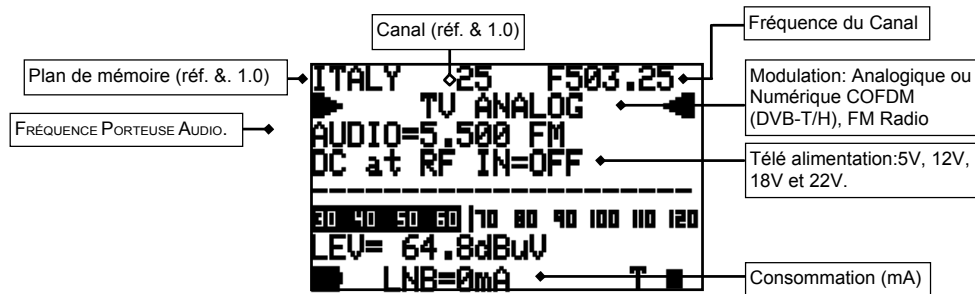

Fig. 3.1 Premier niveau de mesures des signaux analogiques.
- 1) Dans le niveau 1 il est possible de faire varier tous les paramètres de syntonisation montrés dans la figure 3.1, mais seulement pour les plans créés par l'utilisateur.